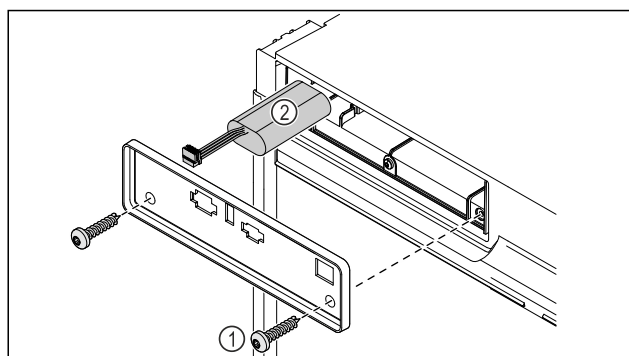

Fig. 228
- Schrauben herausdrehen und Abdeckung auf der Rückseite des Gerätes entfernen Fig. 228 (1).
- Batterie abstecken und herausnehmen Fig. 228 (2).